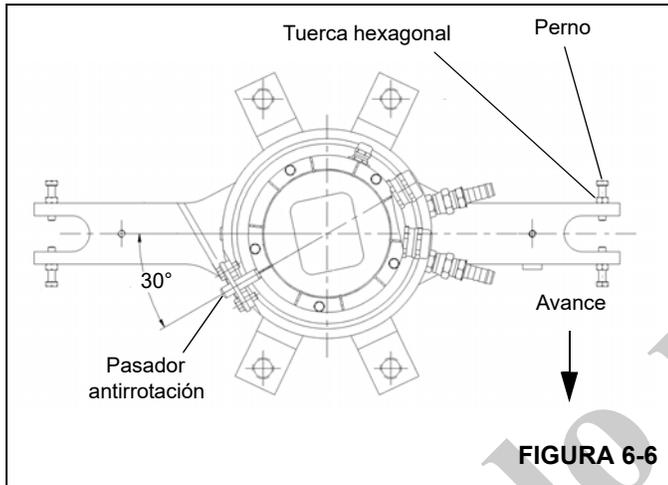

FIGURA 6-6
- Asegure que el pasador antirrotación de la parte inferior de la base del adaptador giratorio eléctrico quede alineado con el agujero de montaje de la escuadra de la caja del adaptador giratorio de agua (Figura 6-6).